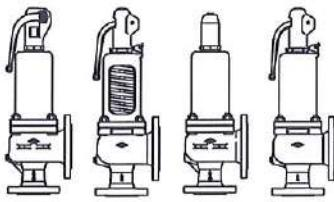

Fig. 901 902 911 912
- TÜV · SV · ...-663 · F Figure 901/911